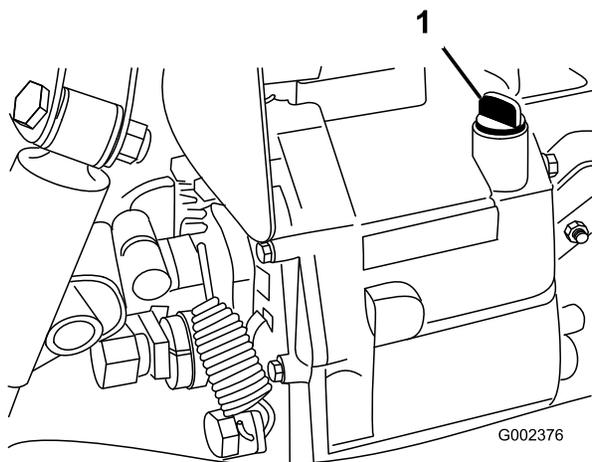

Figura 69
5. Pulite attorno all'asta di livello (Figura 69).